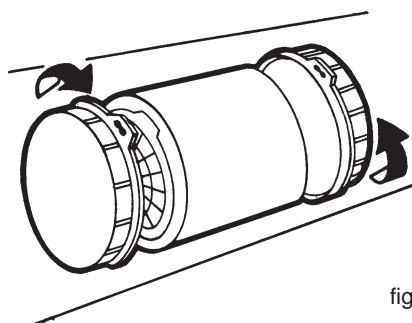

fig.5
3. Tournez les filtres à charbon actifs jusqu'à ce qu'ils se débloquent (fig. 5).